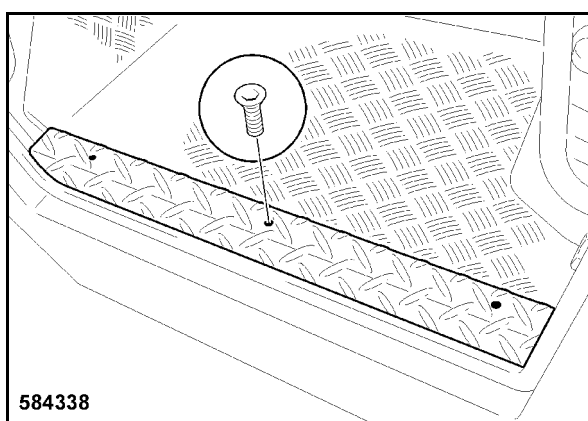

fig. 186
- Installer la tôle du marchepied 1 (fig. 186) et serrer les trois vis de fixation (2).